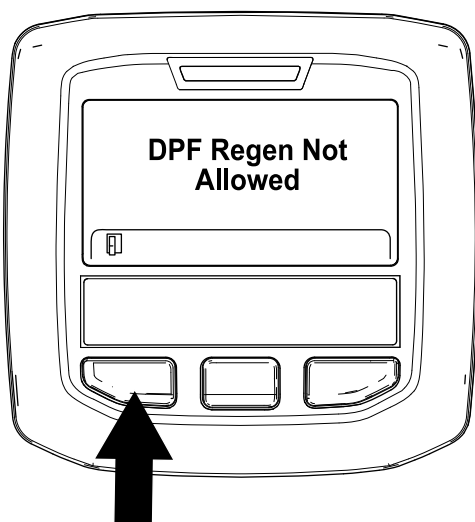

Figura 50
- Si el ordenador del motor no permite el proceso de regeneración, aparece el mensaje "DPF Regen Not Allowed" (Regeneración de DPF no permitida) en el InfoCenter (Figura 50). Pulse el botón de la izquierda para salir a la pantalla de inicio.